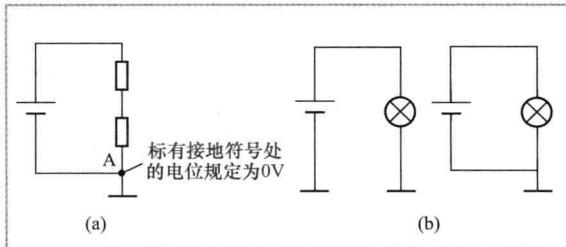

图 1-8 接地符号含义说明图
(1) 在电路图中，接地符号处的电位规定为 0V。在图 1-8 (a) 所示电路中，A 点标有接地符号，规定 A 点的电位为 0V。
(2) 在电路图中，标有接地符号的地方都是相通的。图 1-8 (b) 所示的两个电路图虽然从形式上看不一样，但实际的电路连接是一样的，故两个电路中的灯泡都会亮。